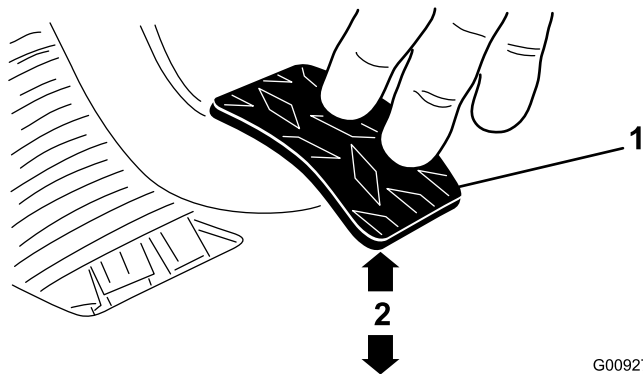

図 60
3. ジャムナットまたはボールジョイントを調整する 1.8 kg の力でクラッチペダルを踏んだ時にペダルの裏面の下端が床のダイヤモンド柄の頂部から 9.2-9.8 cm になるようにする **図 60**。